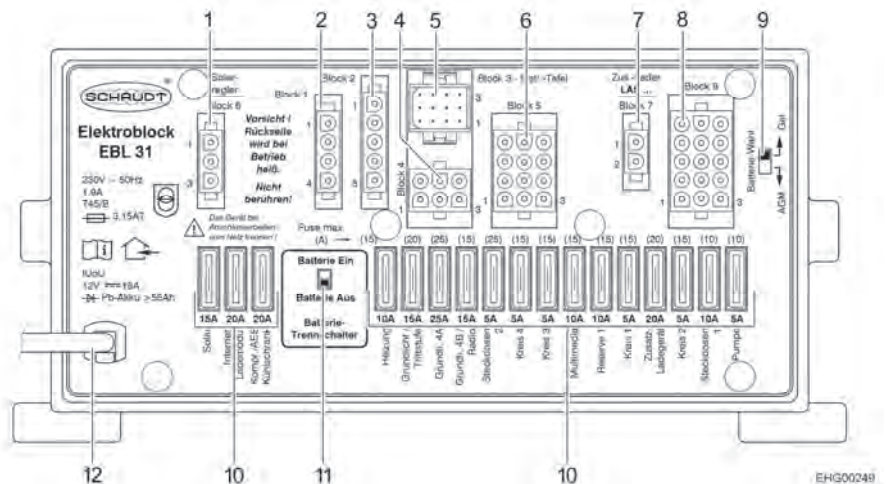

Bild 100 Elektroblock (EBL 31)
- ▷ Um **alle** elektrischen 12-V-Verbraucher von der Spannungsversorgung zu trennen und eine Entladung der Wohnraumbatterie zu vermeiden, Batterie-Trennschalter (Bild 100,11) am Elektroblock auf "Batterie Aus" stellen.
- ▷ Verbraucher wie der Elektroblock selbst, das Panel, die Heizung, der Solar-Laderegler (wenn vorhanden) und andere Geräte verbrauchen einen geringen Standby-Strom und entladen so mit der Zeit die Wohnraumbatterie. Deshalb den Batterie-Trennschalter (Bild 100,11) am Elektroblock auf "Batterie Aus" stellen, wenn das Fahrzeug längere Zeit nicht benutzt wird.